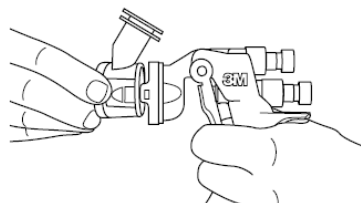

Fig 3
2. Schieben Sie den Düsenkopf über die Farbnadel und drücken ihn gegen das Griffstück, bis die seitlichen Sicherungsnasen in die dafür vorgesehene Aussparung hörbar einrasten. (**Abbildung 3**).